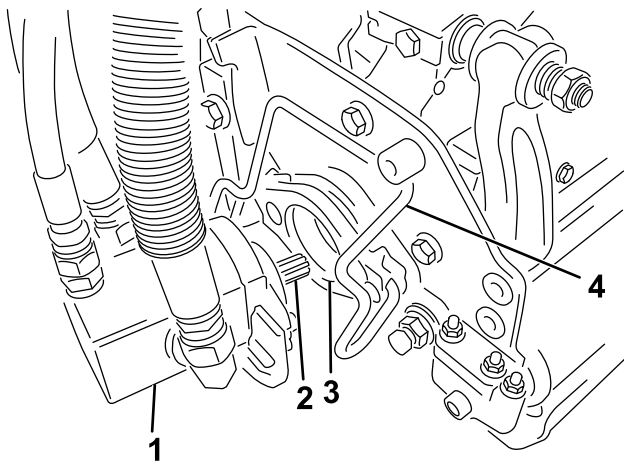

Figura 35
- Cubra el eje acanalado del motor de la unidad de corte con grasa limpia (Figura 35).
- Introduzca el motor en el lado izquierdo de la unidad de corte (visto desde el puesto del operador) y tire de la barra de retención del motor (en la unidad de corte) hacia el motor hasta que oiga un "clic" en ambos lados del motor (Figura 35).